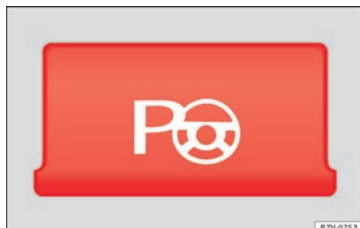

Fig. 212 Detalle de la consola central: tecla para conectar manualmente el sistema de asistencia al volante para aparcar.
- En aparcamientos paralelos a la calzada: pulse la tecla a una velocidad de hasta 50 km/h (31 mph) **una vez**. Cuando la función está activa, se ilumina el testigo de la tecla » **Fig. 212**.
• **En aparcamientos perpendiculares a la calzada:** pulse la tecla  a una velocidad de hasta 50 km/h (31 mph) **dos veces**. Cuando la función está activa, se ilumina el testigo de la tecla **» fig. 212.**
- Pulse la tecla . Cuando la función está activa, se ilumina el testigo de la tecla **»» fig. 212.**